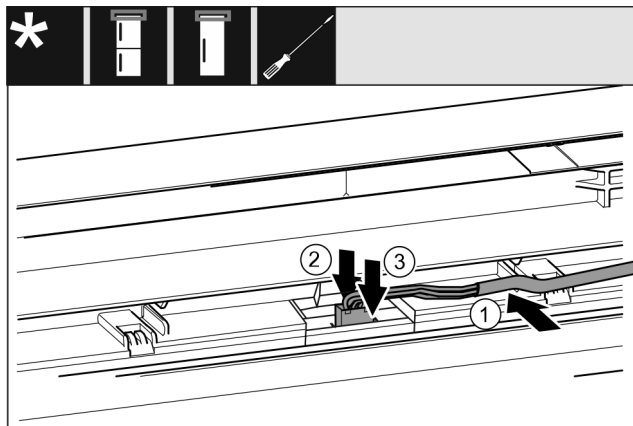

Fig. 44
- ▶ Aseta harmaa johto ylemmässä ovessa olevaan ohjaimen. *Fig. 44 (1)*
- ▶ Paina lukitusnokka taaksepäin. *Fig. 44 (2)*
- ▶ Anna pistokkeen lukittua paikoilleen. *Fig. 44 (3)*